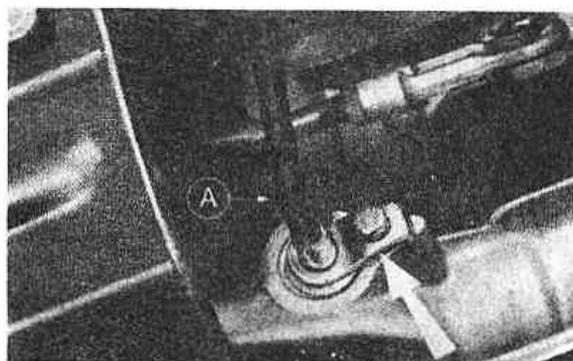

Рис. 6.31. Трос спидометра (А) и запирающая планка (Разд. 10)
8. Выверните болт запирающей планки и отсоедините трос спидометра (Рис. 6.31).